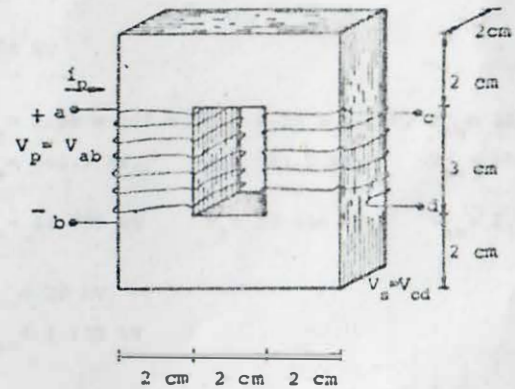

FIGURA P8.13
8.13 La figura P8.13, muestra un transformador con un núcleo laminado de acero-silicio. Desprecie la resistencia de las bobinas e indique cuánto debe valer la inductancia promedio del primario si se desea una corriente en el primario  $i_p = 0.1 \sqrt{2} \text{ sen } 120\pi t$  cuando se conecta a una diferencia de potencial  $V_p = V_{ab} = 120 \sqrt{2} \text{ sen } 120\pi t$ . Considere un coeficiente de acoplamiento entre las bobinas del primario y del secundario de  $k = 0.85$  y determine cuántas vueltas se deben enrollar en cada bobina para obtener un voltaje a la salida  $V_{cd} = 6 \sqrt{2} \text{ sen } 120\pi t$ , cuando las condiciones en el primario son las enunciadas con anterioridad.